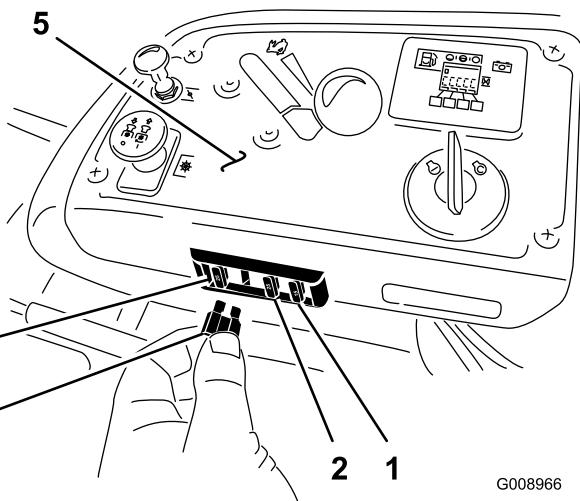

Bild 69
1. Die Sicherungen befinden Sie rechts am Armaturenbrett neben dem Sitz (Bild 69).
3. Setzen Sie eine neue Sicherung ein (Bild 69).